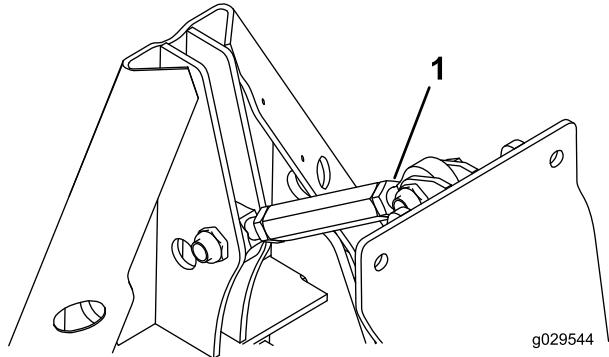

Bild 34
1. Lösen Sie die Klemmmuttern am Gewindestift (Bild Bild 34).
2. Drehen Sie das Sechskantrohr ein, bis Sie den gewünschten Winkel erreicht haben (Bild Bild 34).
3. Ziehen Sie die Klemmmutter an, um die Position zu arretieren (Bild 34).